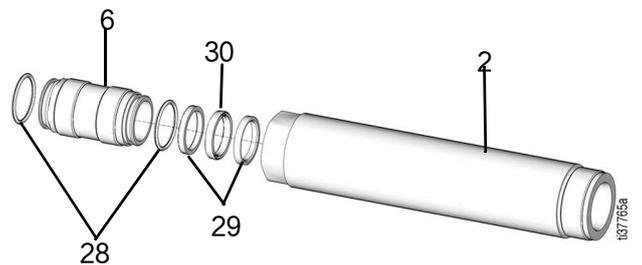

图 29
- 从泵气缸 (2) 上拆下密封固定器 (6) (图 29)。
- 拆下填料密封件 (30) 和填料密封支撑环 (29) 并用密封修理配件包中的新零配件更换 (图 29)。
- 使用密封修理配件包 (图 29) 中的零配件更换密封固定器 (6) 上的 O 形圈 (28)。